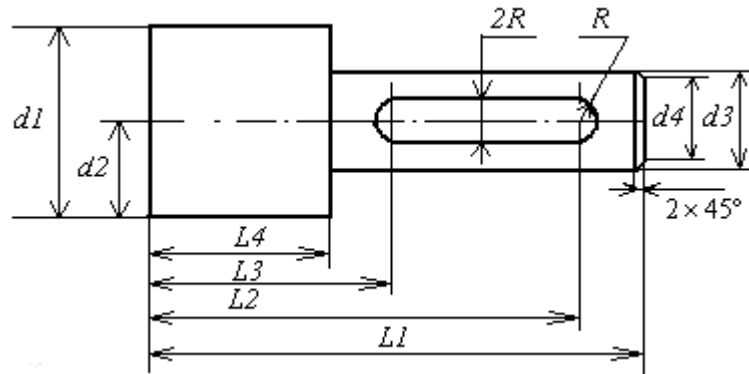

Рис. 5
**Задача №5.** Разработать EXPRESS-модель чертежа детали, представленного на рис.5. Размеры для различных вариантов указаны в Таблице 5.